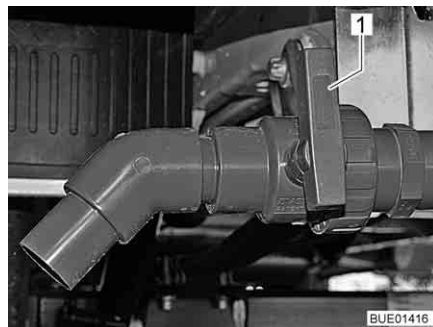

Fig. 199 Rubinetto di scarico (esterno)
- Ruotare la maniglia (Fig. 198,1 o Fig. 199,1) del rubinetto di scarico nella direzione di scorrimento. Le acque grigie vengono così scaricate attraverso un rubinetto a sfera.